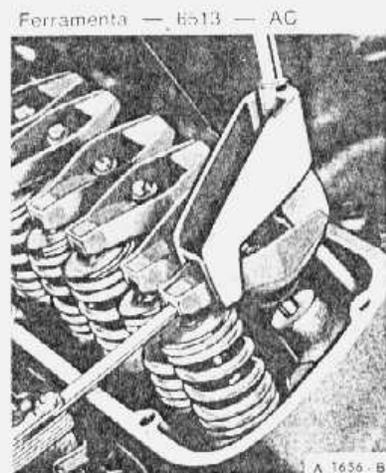

fig. 1 — verificação da folga das válvulas
2. Com a árvore de manivelas na posição mencionada nos itens 3, 4 e 5 seguintes, posicionar a ferramenta compressora de tucho hidráulico no balancim. Aplicar a pressão vagarosamente, a fim de eliminar o óleo do tucho, até o êmbolo do tucho atingir o ponto inferior (fig. 1). Manter o tucho nesta posição e verificar a folga entre o balancim e a válvula com um calibrador de lâminas. A largura das lâminas do calibrador não deverá exceder a 3/8".